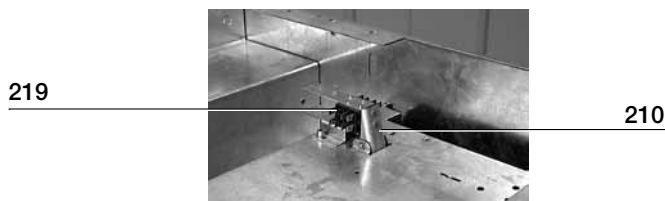
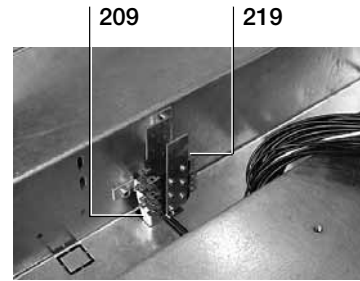
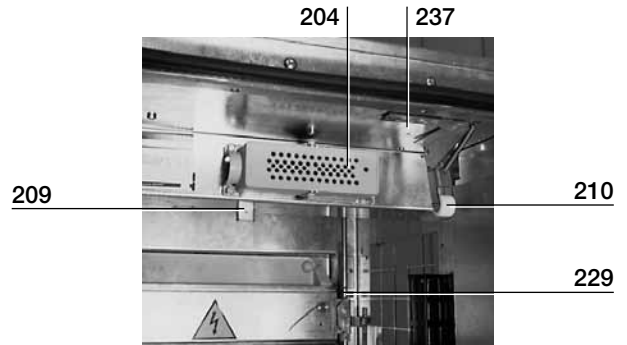

Fig. 7g
Fig. 7e
Fig. 7f
- i cinematismi con microinterruttori (209) (fig. 7e - fig. 7f) per la segnalazione di contattore inserito;
- i cinematismi con microinterruttori (210) (fig. 7f - fig. 7g) per la segnalazione di contattore sezionato;
- blocco a lucchetti delle serrande quando il contattore è estratto (229) (fig. 7f) fornibile a richiesta;
- kinematisms with microswitches (209) (fig. 7e - fig. 7f) for signalling contactor connected;
- kinematisms with microswitches (210) (fig. 7f - fig. 7g) for signalling contactor isolated;
- padlock on the shutters when the contactor is withdrawn (229) (fig. 7f), supplied on request;
- blocco meccanico che impedisce l'estrazione del connettore degli ausiliari quando il contattore è inserito e durante l'inserzione e la disinserzione (236) (fig. 7f).
- mechanical lock which prevents removal of the connector for the auxiliaries when the contactor is connected and during connection and withdrawal operations (236) (fig. 7f).
Sulla parte alta del contenitore possono essere montati, a richiesta, i contatti ausiliari rinviati (219) (fig. 7e - fig. 7g).
On request, the transmitted auxiliary contacts (219) (fig. 7e - fig. 7g) can be mounted on the top part of the enclosure.